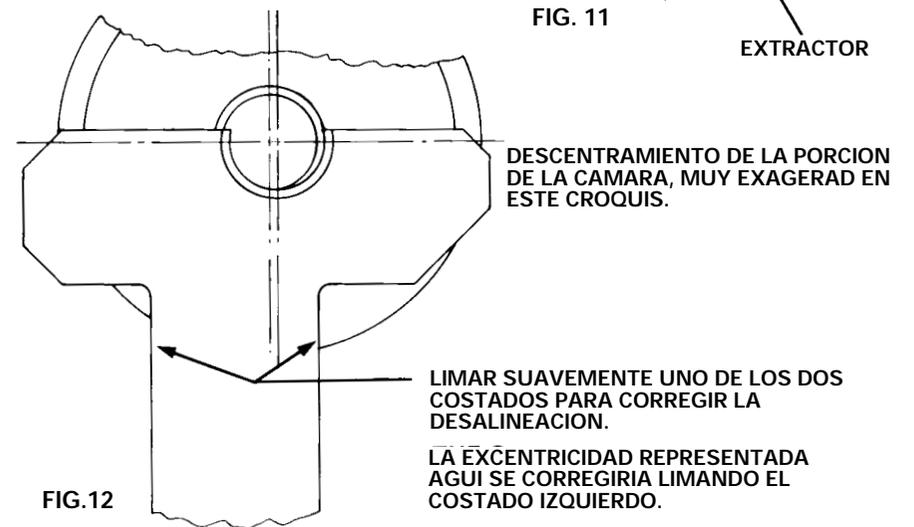

FIG. 12
- (b) Si la porcion de la camara no esta centralizada relative a la forma completa de la camara y el bloque de culata (ver la Fig. 12), incluso cuando cualquier huelgo lateral ha sido eliminado al introducir el cartucho, limar ligeramente uno de los dos costados del nucleo del extractor para corregir esta desalineacion.